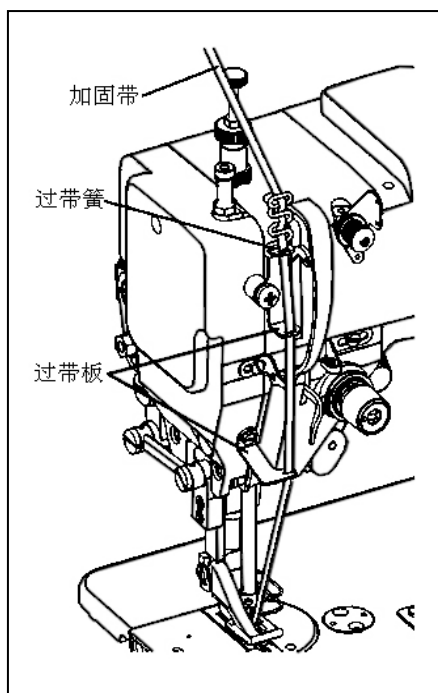

图 41
35、穿加固带（图 41）
穿加固带的方法参照图 41 所示，加固带先穿过（阻尼槽）过带簧，再穿过两个过带板的长槽，最后把加固带穿进内压脚的长槽。